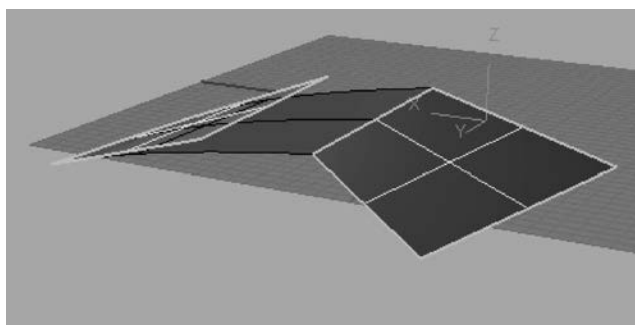

图 8-90 位置连续
(1) 位置(又称 G0 连续)。其可理解为第一个曲面继承第二个曲面的位置,如图 8-90 所示。